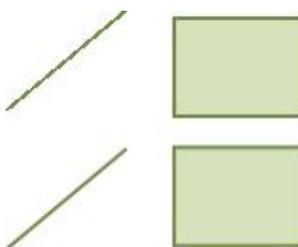

Рисунок 267 – Изображение графических элементов с использованием антиалиасинга (на изображении снизу антиалиасинг включён)
**Команда «Антиалиасинг»** служит для устранения контурных неровностей на краях изображений для улучшения качества визуализации (рисунок 267).